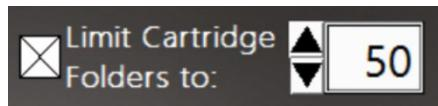

Abbildung 31: Steuerelemente „Limit Cartridge Data Folders“ (Kartuschendatenordner begrenzen)
**Hinweis:** Die Rohdaten(.bin)-Dateien sind jeweils etwa 1,25 GB groß. Wenn das Kontrollkästchen **Limit Cartridge Folders to** (Kartuschenordner begrenzen auf) (Abbildung 31) aktiviert ist, behält die Software nur die neuesten  $N$  Ordner (hier steht  $N$  für die in das Feld neben **Limit Cartridge Folders to** (Kartuschenordner begrenzen auf) eingegebene Anzahl). Alle älteren Kartuschendatenordner werden gelöscht.